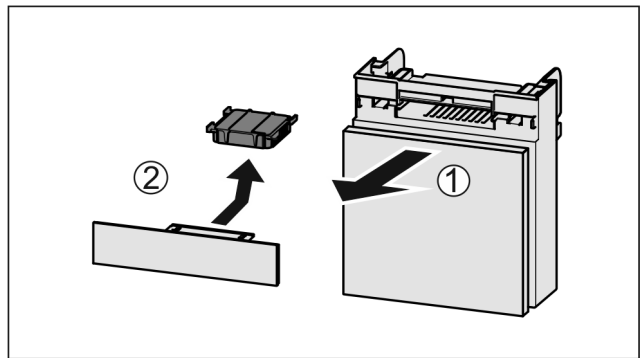

Fig. 190
- ▶ Lade vanaf de voorkant eruit trekken Fig. 190 (1).
- ▶ Actiefkoolfilter verwijderen Fig. 190 (2).